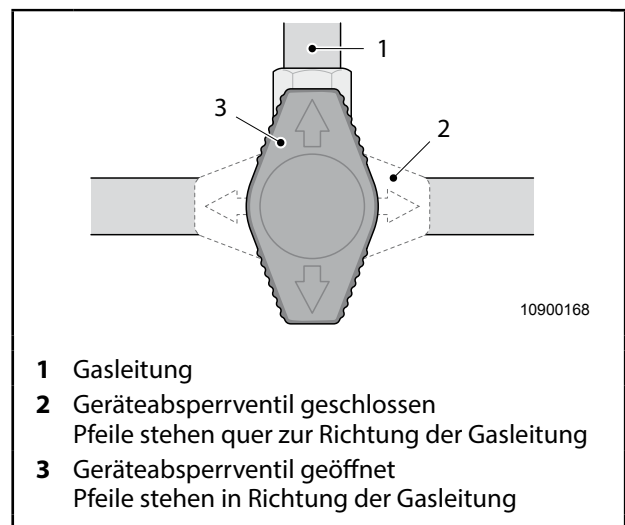
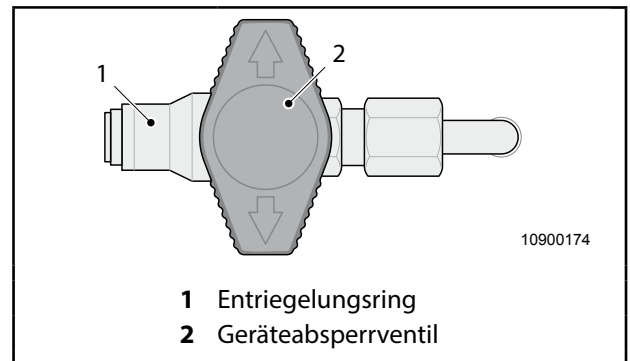

Abb. 44 Geräteabsperrventile
Abb. 45 Gas-Außensteckdose
Die Gas-Außensteckdose ist an der Außenseite des Fahrzeugs installiert. Sie dient zum Anschluss eines Gasgrills, etc. Abb. 45 zeigt das Absperrventil der Gas-Außensteckdose.
1. Anschlussstück des Verbrauchers in die Aufnahme der Außensteckdose einstecken, Entriegelungsring (Abb. 45, Pos. 1) rastet ein, danach das Absperrventil (Abb. 44, Pos. 2) für die Gaszufuhr öffnen.
2. Zum Abkuppeln des Verbrauchers das Absperrventil schließen, den Entriegelungsring (Abb. 45, Pos. 1) entgegengesetzt der Abziehrichtung der Verbrauchers schieben und das Anschlussstück abziehen.